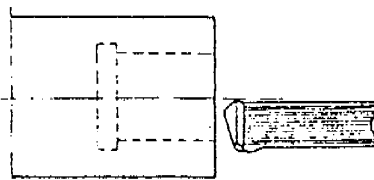
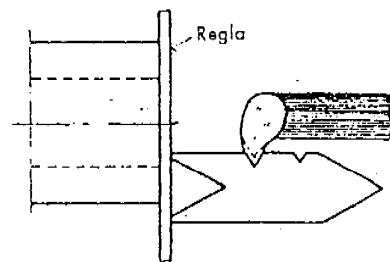

Figura 2
Figura 3
- a. Coloque a la altura del centro ( Figura 2 ) y verifique el alineamiento ( Figura 3 ).